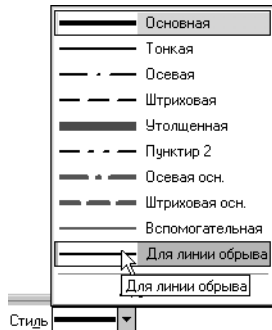

Рис. 21.7.
2. Выберите из раскрывающегося списка **Стиль** на Панели свойств текущий стиль *Для линии обрыва* (рис. 21.7).